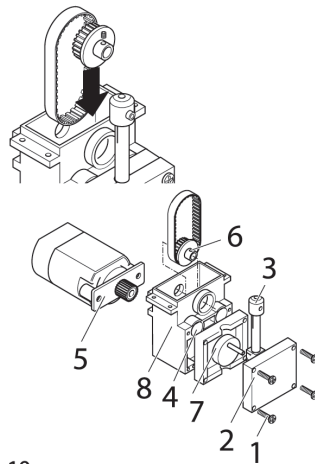

Fig. 10
6. Desenrosque os parafusos **1** (fig. 10) e retire a placa-guia **2** junto com o êmbolo **3**.